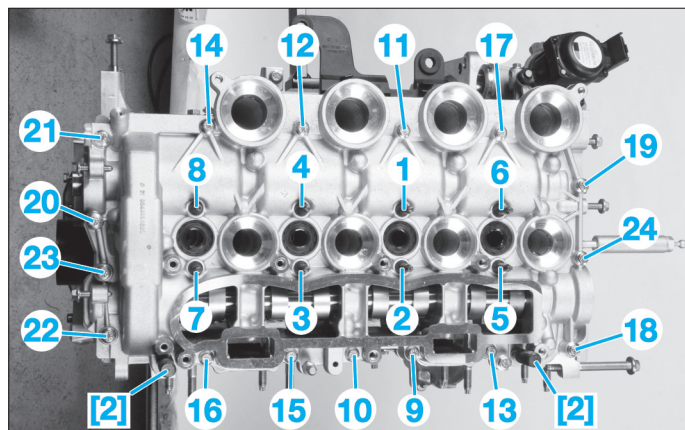
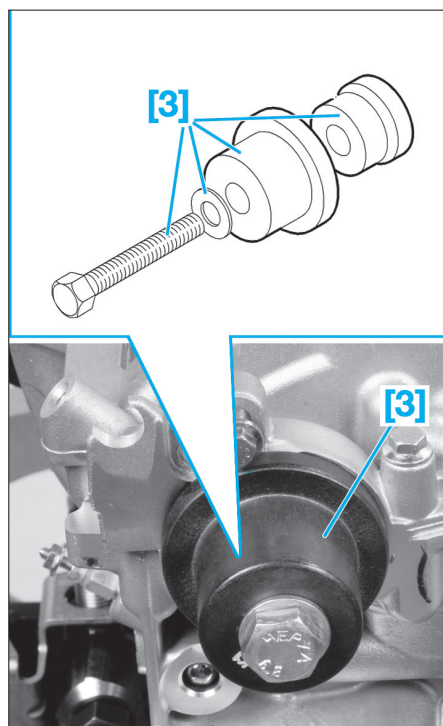

FIG. 72
FIG. 73
- Outil de centrage du carter d'arbre à cames [2] (Fig.72).
- Outil de pose du joint à lèvre de sortie d'arbre à cames [3] (Fig.73).
- Positionner le carter sur la culasse à l'aide des centreurs (2) (Fig.72).
- Reposer les goujons de (1) à (8) et les serrer au couple dans l'ordre prescrit.
- Reposer les vis de (9) à (24) et les serrer au couple dans l'ordre prescrit
- le joint à lèvres avec l'outil [3] (Fig.73).